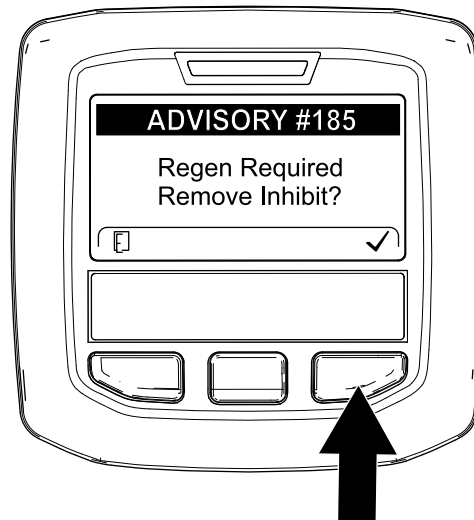

Figure 40
**Remarque:** Si INHIBIT REGEN est réglé sur ON, l'InfoCenter affiche l'AVIS N° 185 (Figure 40). Appuyez sur le bouton 3 pour faire passer le paramètre d'interdiction de régénération à OFF (désactivé) et poursuivez la régénération commandée.